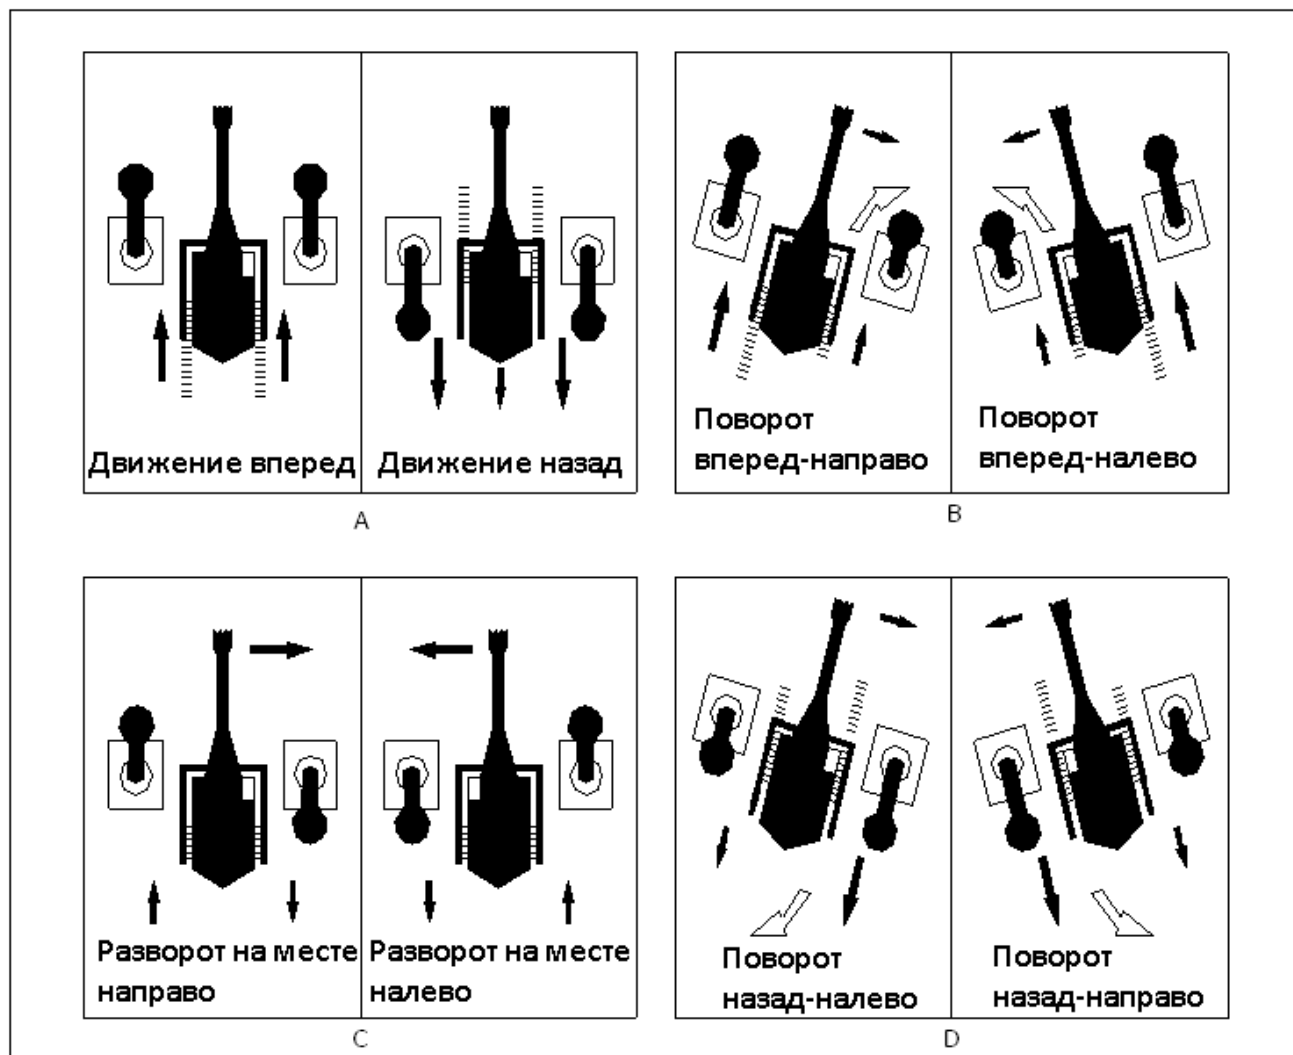

Рис. 10-5 Управление ходом
1) Для продвижения вперед по прямой необходимо одновременно выдвинуть оба контроллера в направлении, одинаково отдаленном от среднего (центрального) положения (см. рис. 10-5). Скорость хода прямопропорциональна расстоянию перемещения от вертикального (среднего) местоположения.
3) Для поворота вправо во время хода вперед нужно левый контроллер подать вперед из среднего положения. В зависимости от степени поворота правый контроллер устанавливается в среднее положение для небольшого поворота. Для достаточно большого поворота правый контроллер слегка подается вперед. Когда левый контроллер подается вперед, а правый назад, машина поворачивается в исходное место направо (см. рис. 10-5).
5) Для поворота вправо или влево во время движения в обратном направлении положение командоконтроллера должно быть как изображено на рис. 10-5. Ход в обратном направлении должен выполняться как можно реже во избежание чрезмерного трения и износа элементов гусеничного устройства.
Внимание: во время копания функция предельного положения напора рукояти ковша (при чрезмерном напоре или возврата) не должна путаться с чрезмерным напором возникающим при подъеме стрелы. Чрезмерный напор – это применение чрезмерной силы напора, которая вовремя внедрения ковша в забой приводит к подъему стрелы (см. рис. 10-5). Многократный или чрезмерный подъем стрелы может привести к растяжению канатов и раннему износу соответствующих деталей.